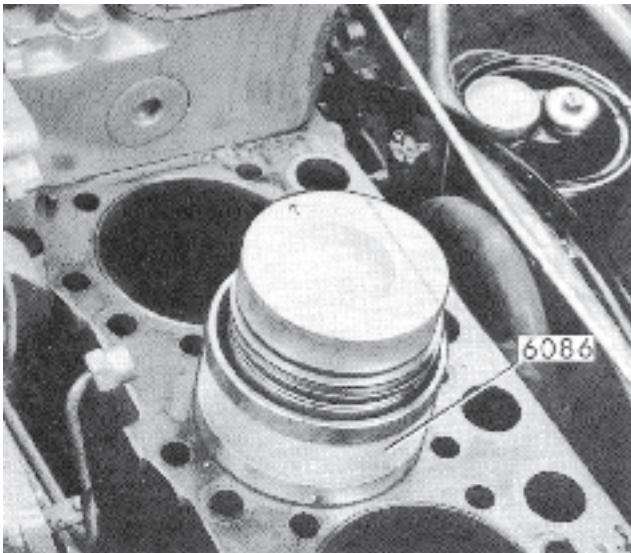

Fig. 34 Montage du piston dans le cylindre
2. Vérifier que les repères « FRONT » sur le piston et la bielle sont tournés du même côté. Monter les ensembles piston-bielle dans les cylindres correspondants. La flèche sur le haut du piston doit être tournée vers l'avant. Se servir pour ce travail de la bague de montage 6086 (fig. 34).